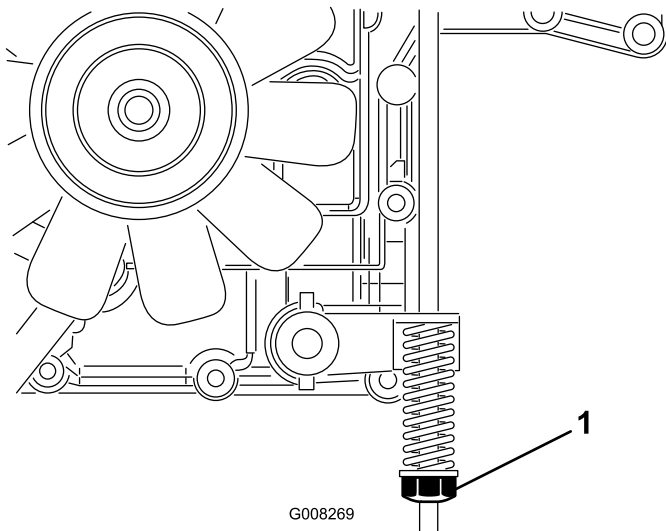

Bild 35
Die Bremse befindet sich an der rechten Seite der Hinterachse im Hinterreifen (Bild 35).
3. Drehen Sie die Einstellmutter der Bremse nach rechts, bis Sie die Maschine nicht mehr schieben können (Bild 35).